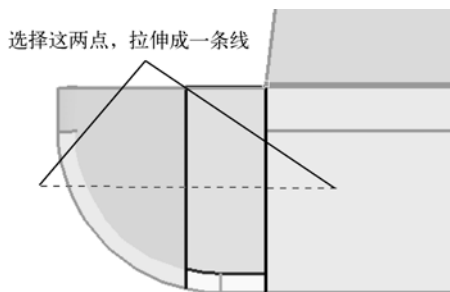

图 5-9 分割实体 2
- (8) 使用 with cut line 工具按图 5-9 所示分割实体。